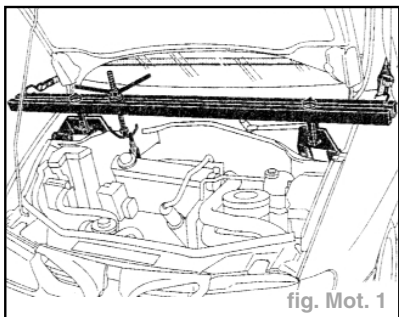

fig. Mot. 1
- Mettre en place l'outil du maintien du moteur (fig. Mot. 1)